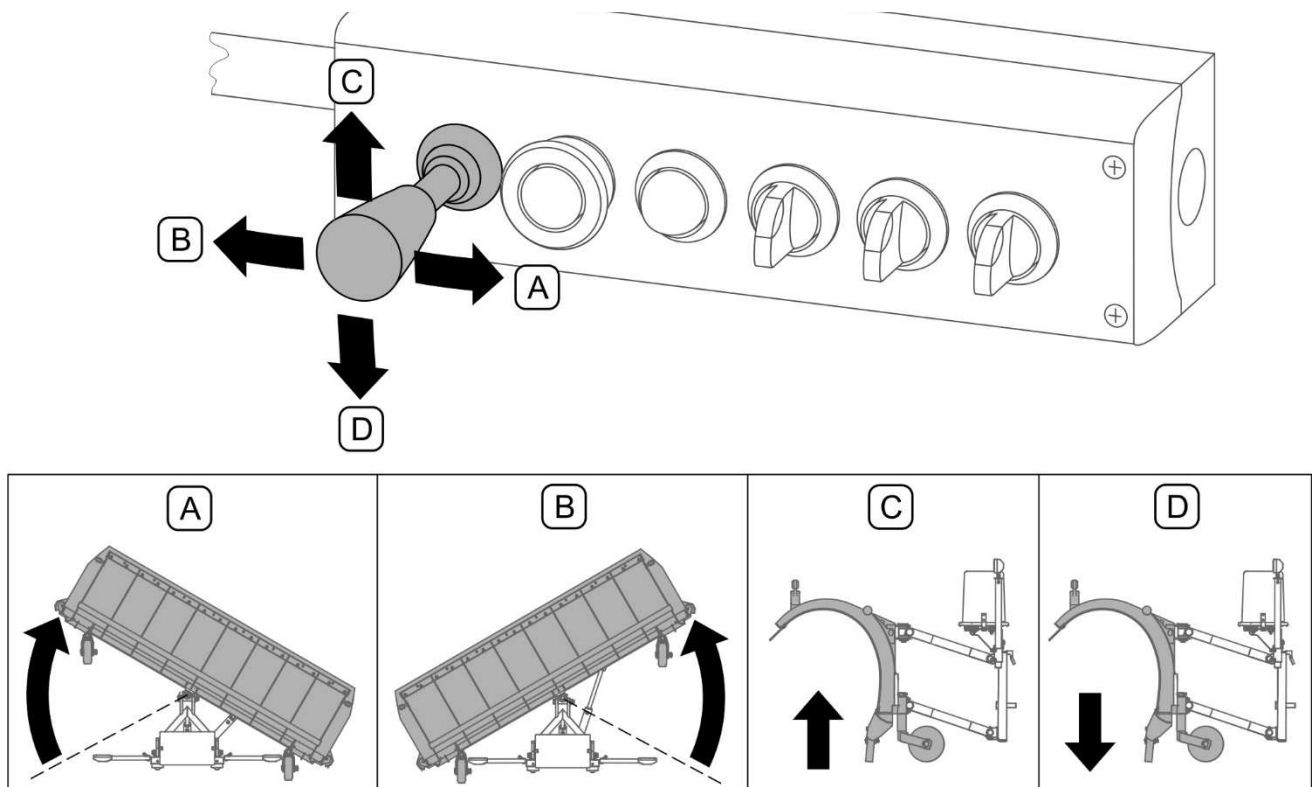

FIGURE 4.13 Changement de la position de travail
Les chasse-neige PU-S25H / PU-S32H / PU-S35H ont la possibilité de régler deux positions de travail fixes et des positions intermédiaires. Pour changer le réglage de la position de travail, le panneau de commande doit être allumé (interrupteur principal en position « I »). Le levier multi-fonctions (FIGURE 4.13) est utilisé pour changer la position du versoir de chasse-neige. Après avoir réglé le levier multi-fonctions dans la position droite (A), le versoir est tourné vers le côté droit, et après le déplacement du levier vers la position (B) le versoir est mis en rotation vers la gauche. Le chasse-neige est soulevé en déplaçant le levier multi-fonctions vers l'avant en la position (C). Pour abaisser le chasse-neige, il faut ramener le levier en la position (D). Pour régler le versoir dans une position intermédiaire, il faut libérer, au moment approprié, le levier multi-fonctions qui se déplace à la position centrale (neutre).